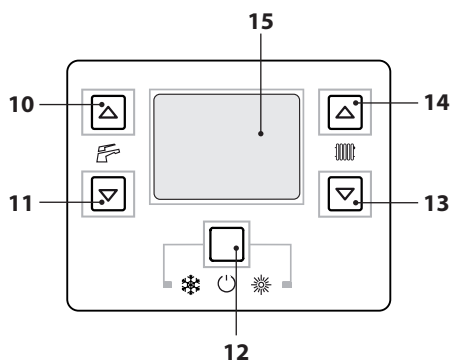
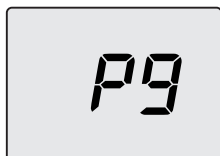
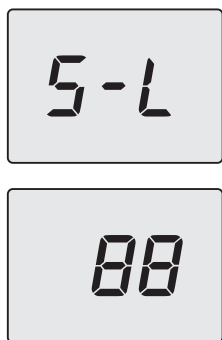

Figura 7.2
Figura 7.4
Figura 7.12
- Entre en la "modalidad de programación" pulsando simultáneamente durante 10 segundos los botones 12-13-14 (Figura 7.2) hasta que aparezcan en el display LCD las letras **P01** que se alternan con el valor del parámetro, indicando que se ha entrado en el "parámetro 01" (Figura 7.3).
- Pulse el botón 13 o 14 (Figura 7.2) para desplazar los parámetros hasta el parámetro **P09** (deshollinador) (Figura 7.4).
- Pulse simultáneamente los botones 12 y 14 para visualizar el valor **00** (deshollinador no activado) (Figura 7.4). Utilice los botones 10 o 11 para cambiar este valor a **01** (deshollinador activado al mínimo en calefacción) y pulse el botón 12 para confirmar. El display muestra **LP** alternado con la temperatura mínima del agua sanitaria (Figura 7.5).
- Utilice los botones 13 o 14 (Figura 7.2) hasta llegar al estado **dP** (deshollinador activado al máximo en agua sanitaria) y pulse el botón 12 para confirmar. El display muestra **dP** alternado con la temperatura máxima en agua sanitaria.
- Pulse el botón 14 (Figura 7.2) para desplazar los parámetros hasta el parámetro **P09** (deshollinador) (Figura 7.4).
- Utilice los botones 14 o 13 (Figura 7.2) para aumentar o reducir el valor. Espere 3 segundos para que se establezca la presión del gas y luego vea el valor indicado en el manómetro de gas. **Recuerde mantener la evolución ascendente.**
- Pulse el botón 11 (Figura 7.2) durante 5 segundos para memorizar el valor.
- Pulse el botón 10 (Figura 7.2) para pasar a la calibración del mínimo de gas. El display muestra S-L alternado con el parámetro de potencia mínima absoluta (Figura 7.12).
- Utilice los botones 14 o 13 (Figura 7.2) para aumentar o reducir el valor. Espere 3 segundos para que se establezca la presión del gas y luego vea el valor indicado en el manómetro de gas. **Recuerde mantener la evolución descendente.**
- Pulse el botón 10 (Figura 7.2) para comprobar el valor máximo definido y corregirlo en caso necesario, siguiendo el procedimiento descrito previamente.
- Pulse el botón 10 (Figura 7.2) para comprobar el valor mínimo definido y corregirlo en caso necesario, siguiendo el procedimiento descrito previamente.